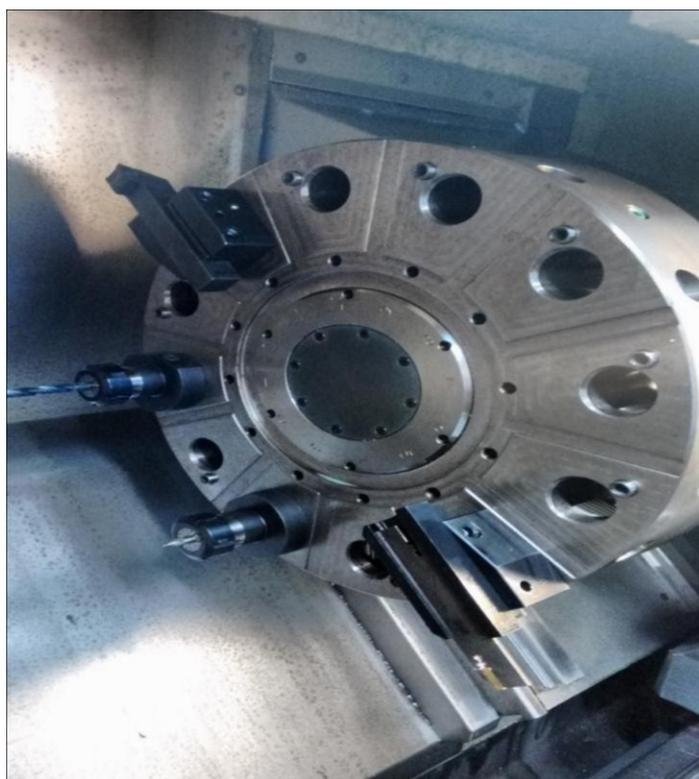

Figura 1- Torreta com as ferramentas montadas.
- Colocação das ferramentas essenciais para a referida operação. As ferramentas foram montadas na torreta, na ordem indicada no quadro acima. (ver figura 1)